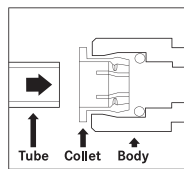

Fig.1
- ▶ Вставьте трубопровод под прямым углом (Рис.1).